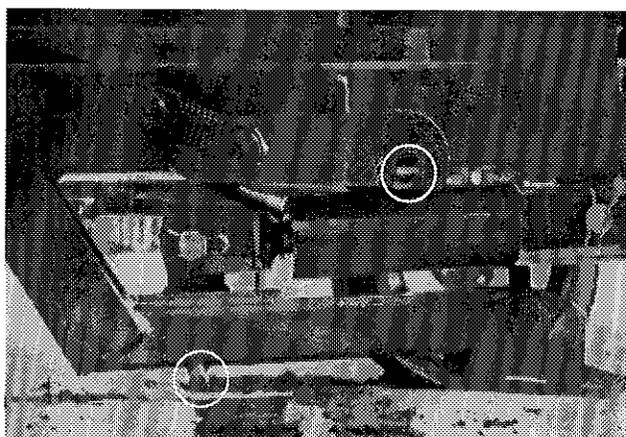

Figure 13
- 2) Ne pas oublier d'enlever la barrure du cric hydraulique avant de le baisser, et toujours la remettre lorsqu'il est relevé. (fig. 13)